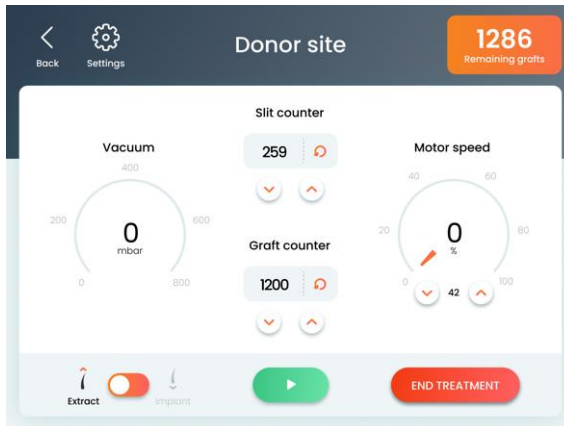

Figure 5-9. Écran Donor Site Treatment (Traitement Site donneur) (en état Pause)
1. Vérifiez que l'écran Donor Site Treatment (Traitement Site donneur) est affiché, comme illustré à la Figure 5-9.